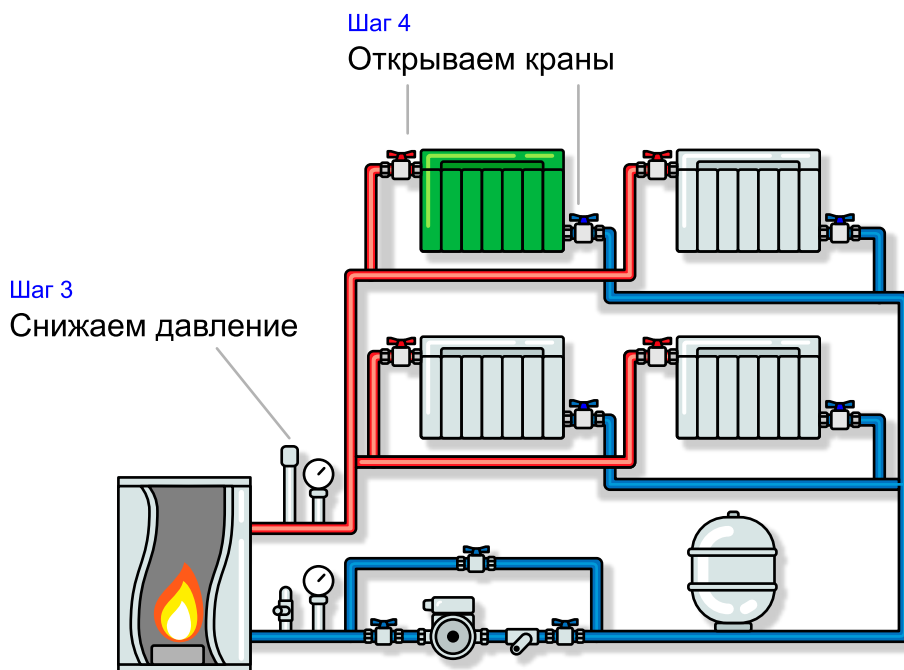

Рис. 11. Монтаж фитингов для систем отопления (2-ой этап)
3. Снижаем давление в системе, если это возможно (рис. 11 шаг 3). При невозможности снизить давление в системе отопления до 0,03 атм или безнапорного монтаж ведется с затяжкой. Затяжка необязательна — при возможности снизить давление в системе до 0,03 атм или безнапорного.
4. Кран на обратку (выходной) открываем полностью. Кран входной открываем сразу и полностью (рис. 11 шаг 4).